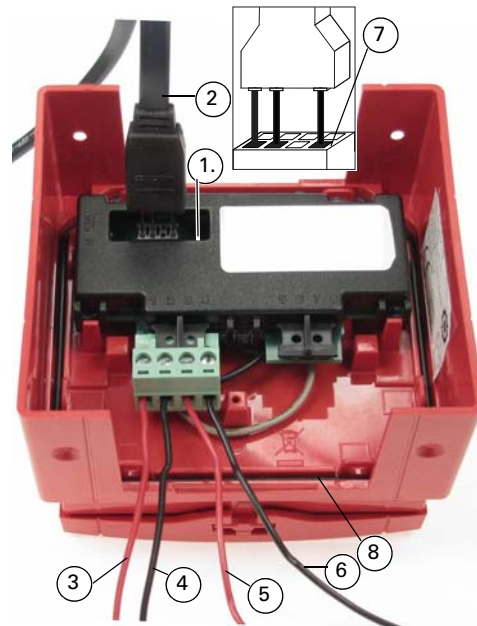

Fig. 2: FC421CP-I Vista posteriore e informazioni sul cablaggio
L'FC421CP-I viene programmato con l'indirizzo prima dell'installazione mediante uno strumento di programmazione indirizzo. Il cavo di programmazione ausiliario associato si inserisce nella porta di programmazione (vedere elementi 1 e 2 nella fig 2). Fare riferimento alla fig 2 per un funzionamento corretto.
Verificare che i pin del cavo di programmazione ausiliario siano completamente inseriti nella fila inferiore della porta di programmazione (vedere elemento 7 nella fig 2) per una comunicazione efficiente con lo strumento di programmazione indirizzo.
- 3 Il collegamento all'FC421CP-I viene realizzato tramite il connettore terminale a 4 pin come illustrato nella fig. 2, prestando attenzione alla corretta polarità. Ogni terminale può accogliere un conduttore con sezione fino a 2,5 mm2.
- Tutti i conduttori devono essere privi di terra. Per una tipica configurazione del cablaggio, vedere fig. 2.